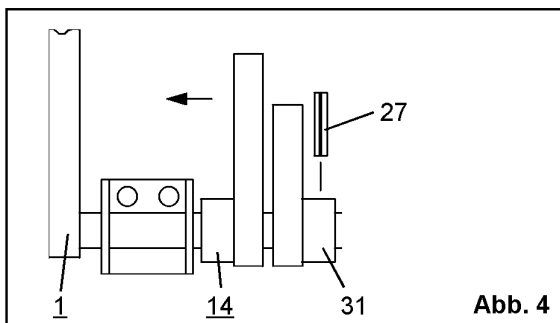

Abb. 4
- Am Gelenk (14), gem. Abb. 4, Lasche (9) mit Sechskantschraube M 8 x 30 (10), Kette (32), Scheiben Ø 8,4 (11) und Sicherungsmutter M 8 (12) montieren.
- Am Gelenk (31) Lasche (9) mit Sechskantschraube M 8 x 30 (10), Scheiben Ø 8,4 (11) und Sicherungsmutter M 8 (12) montieren.
- Feder (33) im Gelenk (14) einhängen.